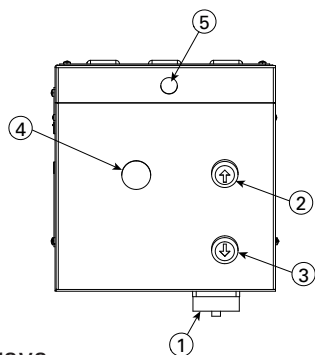

Fig. 2
9. Abra a tampa da unidade de energia e empurre a alça localizada no solenóide, Fig. 2; isto liberará qualquer pressão no sistema do elevador.